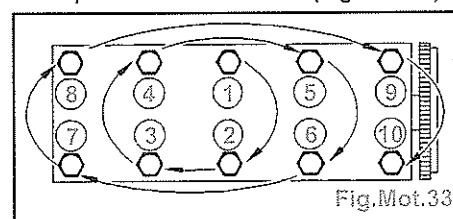

Fig.Mot.33
- Serrer les vis de culasse dans l'ordre indiqué à 2 daN.m + 260° (Fig.Mot.33).